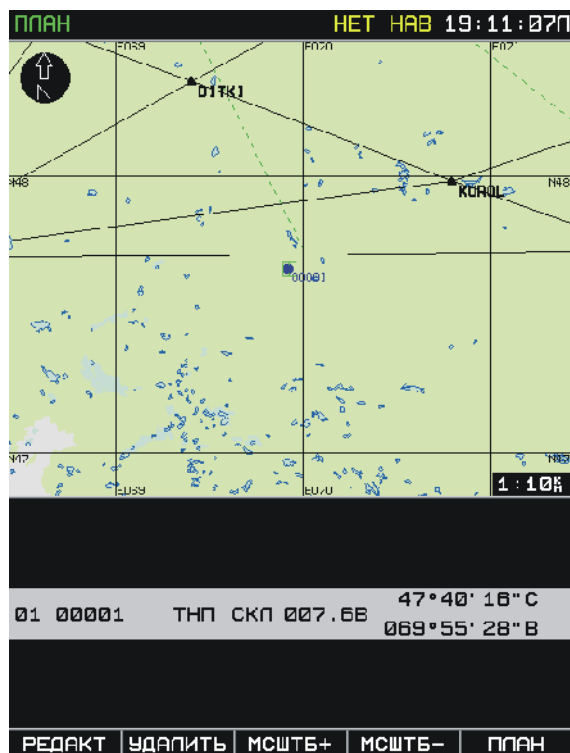

Рис. 126. Подготовленный ИПМ маршрута
4. Нажать кнопку «ДОБАВ» (Рис. 124). При этом на поле полетной информации появляется параметры ИПМ (на рисунке номер 00001). С помощью манипулятора курсора и кнопки, при необходимости, уточнить параметры ИПМ (Рис. 125). По окончании редактирования значений параметров нажать кнопку ВВОД (Рис. 126).